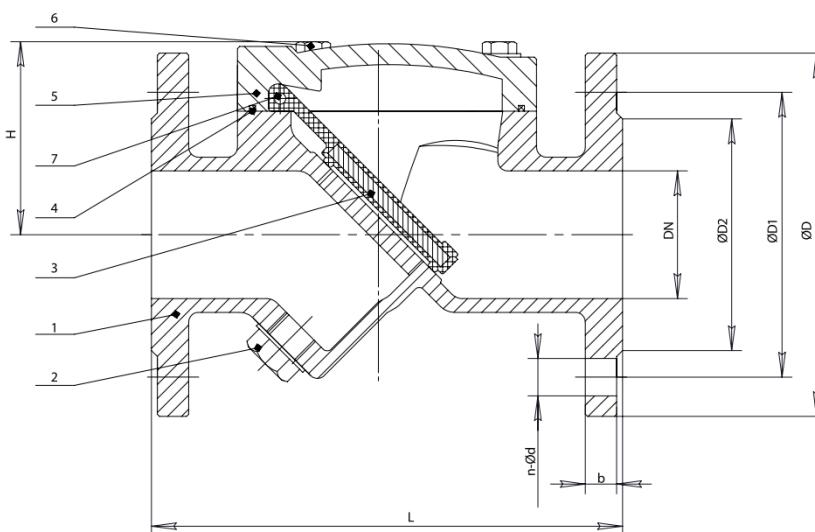

Рис. 1
1.3.1. Основные элементы конструкции клапана приведены в табл. 1, на рис.1.
1.3.2. Под действием прямого потока рабочей среды диск (3) перемещается по оси вращения штока (7) и открывает клапан. При отсутствии прямого потока рабочей среды, под действием собственного веса, диск (3) перекрывает обратный поток среды (рис. 1).